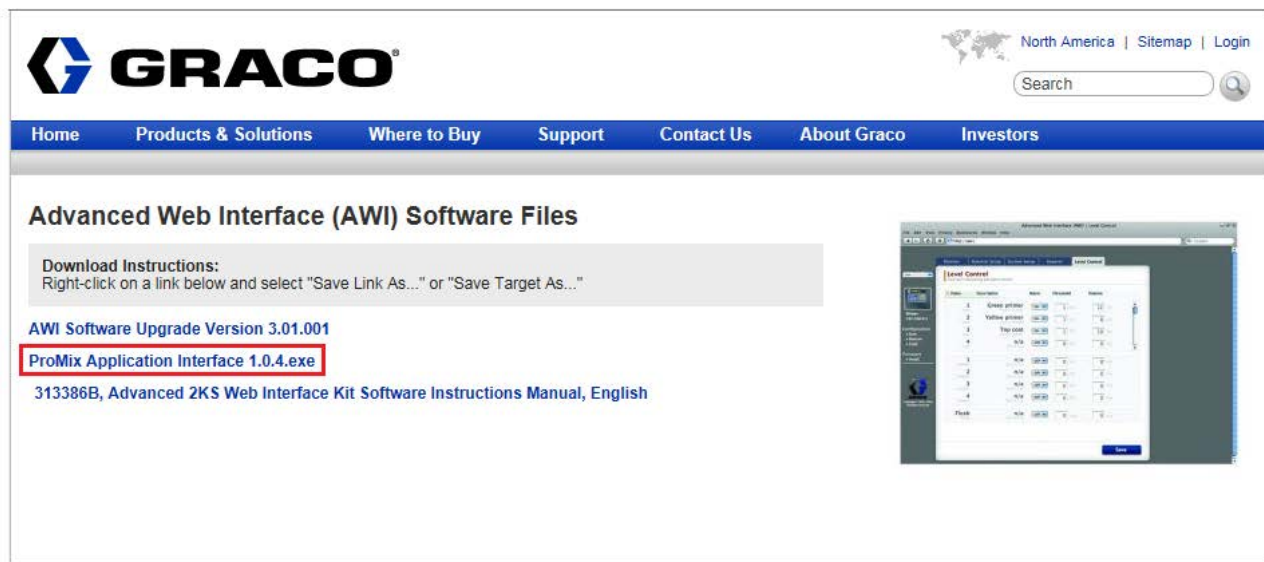

図 1: Graco Advanced Web Interface (AWI) のソフトウェアファイルのダウンロードページ
- a. アプリケーションインターフェースソフトウェアは Graco's Advanced Web Interface's (AWI) のソフトページからダウンロードできます。を参照のこと 図 1.